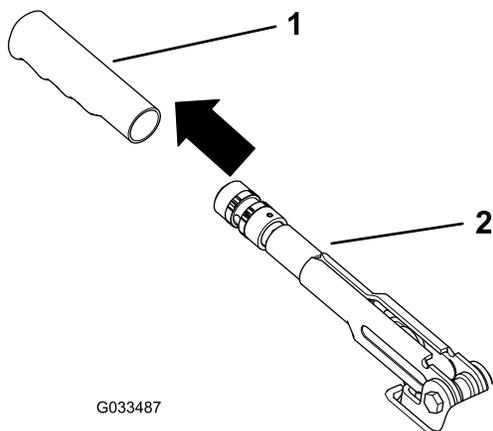

Figura 55
1. Retire la empuñadura de goma de la palanca del freno de estacionamiento (Figura 55).